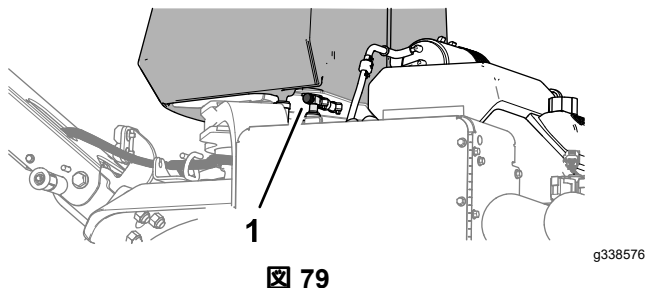

図 79
5. マシンを搬送する時や格納保管する時には燃料バルブを閉じる **図 79**。